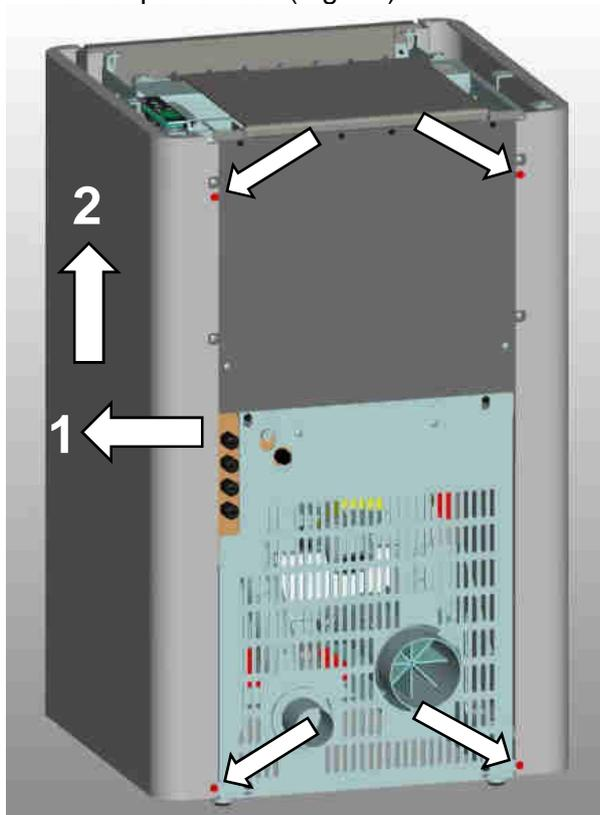

Fig. 44: vis du panneau arrière Jack/Jack eq
2. Desserrer les vis de la paroi arrière, faire pivoter l'habillage latéral vers l'arrière et le retirer par le haut (Fig. 44).